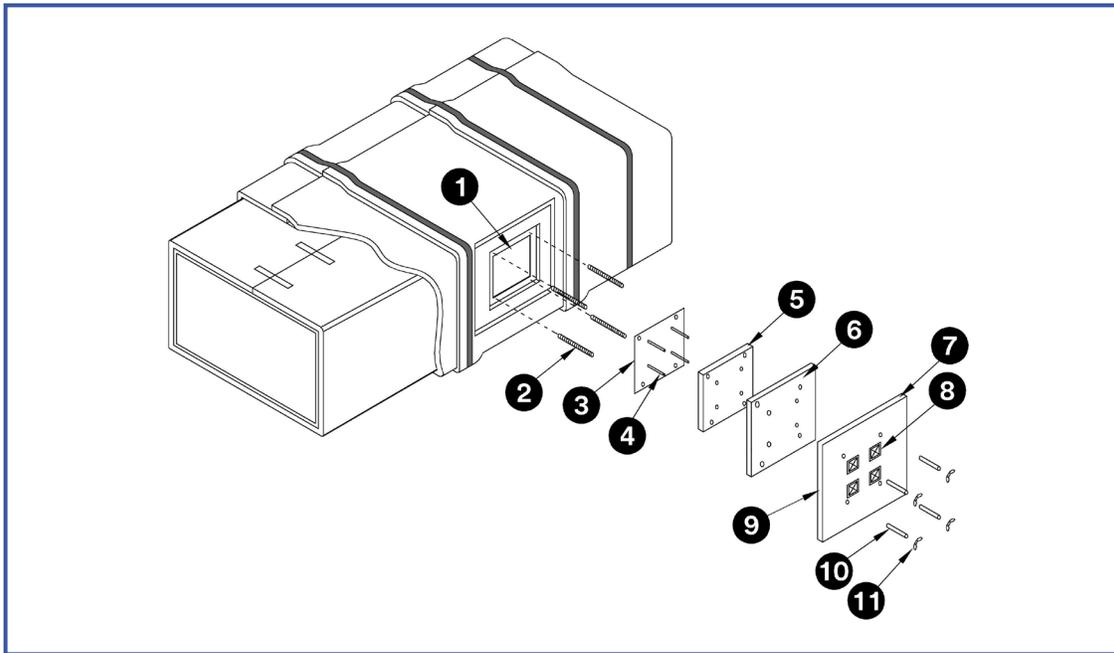

Figure 3 – Porte d'accès fabriquée sur place avec cote de résistance au feu de 1 ou 2 heures pour les systèmes de conduits d'évacuation de cuisine commerciale
Lorsqu'un numéro d'article est mentionné, il correspond à des éléments numérotés dans la figure 3. Marquer l'emplacement de la porte d'accès de nettoyage sur le conduit d'émanations graisseuses, avec l'isolant à mi-hauteur le long de la section horizontale. Couper une ouverture de 305 mm sur 305 mm (12 po sur 12 po) dans l'isolant. Retirer et mettre au rebut l'isolant coupé. Couper et centrer une ouverture de 254 mm sur 254 mm (10 po sur 10 po) sur le côté du conduit d'émanations graisseuses en conservant un dégagement de 25 mm (1 po) entre le périmètre de l'ouverture et l'isolant coupé (article 1). Retirer et mettre au rebut l'acier coupé. Souder quatre (4) tiges filetées en acier d'au moins 102 mm (4 po) de long et de 6 mm (¼ po) de diamètre sur le conduit d'émanations graisseuses (article 2). Placer une (1) tige d'acier à chaque coin de l'ouverture pratiquée dans le conduit d'émanations graisseuses de façon à ce qu'elles soient toutes situées à 280 mm (11 po) du centre et perpendiculaires à l'ouverture pratiquée dans l'isolant.